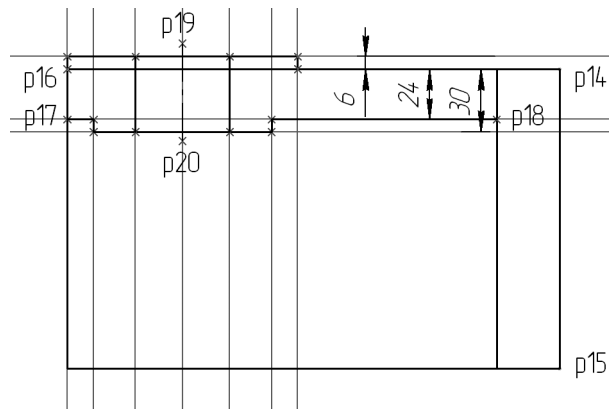

Рис. 51.57.
5. Постройте три отрезка, составляющие изображение отверстия и его осевую линию (рис. 51.57). Для осевой линии задайте стиль *Осевая*. Положение начальной точки осевой (точка p19) по вертикали достаточно указать «на глаз». Чтобы указать ее положение по горизонтали, используйте локальную привязку **Точка на кривой**. То же самое относится и к конечной точке осевой (точка p20).